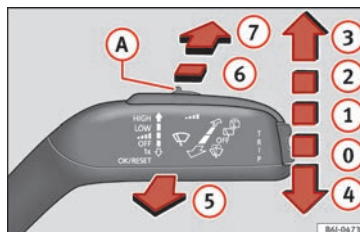

Fig. 24
- ① **OFF** Essuie-glace déconnecté.
- ② **LOW** Balayage intermittent de l'essuie-glace. Grâce à la commande » fig. 24 (A) réglez les niveaux de balayage (sur les véhicules équipés de détecteur de pluie) ou la sensibilité du détecteur de pluie.
- ③ **HIGH** Balayage lent.
- ④ **1x** Balayage rapide.
- ⑤ **1x** Balayage bref. Pression brève, nettoyage court. Maintenez le levier appuyé vers le bas plus longtemps pour que le balayage soit plus rapide.
- ⑥  Balayage automatique. En poussant le levier vers l'avant, la fonction lave-glace s'active et l'essuie-glace se déclenche simultanément.
- ⑦  Balayage intermittent de la lunette arrière. L'essuie-glace arrière fonctionne environ toutes les 6 secondes.
- ⑧  En appuyant sur le levier, la fonction lave-glace arrière s'active et l'essuie-glace arrière se déclenche simultanément.